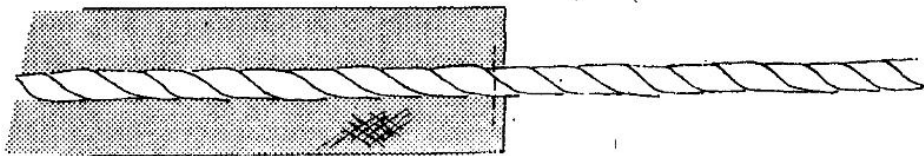

Рис. 324
3. Наложите шнур на полосу с лицевой стороны посередине так, чтобы у одного из концов полосы он выступал на 2,5 см. Притачайте шнур к другому концу полосы поперечной строчкой (рис. 324).